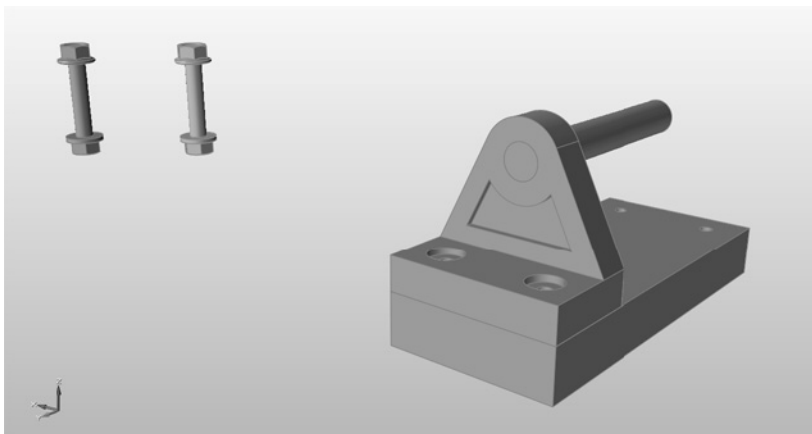

图 3-17
3) 继续按住〈Ctrl〉键，用鼠标左键单击并拖动，即可创建出所选对象的副本，如图 3-17 所示。